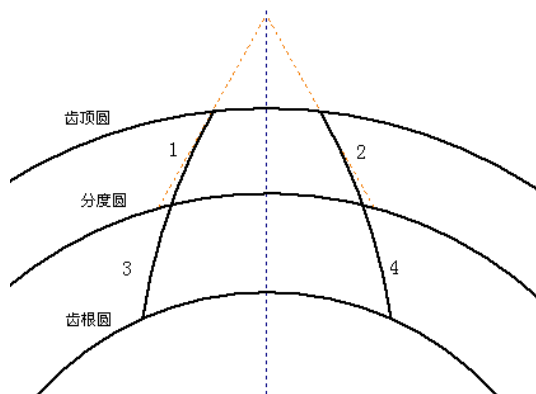

图 3-108 齿形截面轮廓
(3) 选择【草图】标签栏，利用【绘图】面板上的圆、圆弧和直线工具绘制齿轮的草图截面轮廓。使用【圆心、半径】工具分别绘制齿轮的分度圆、齿顶圆和齿根圆。然后使用【三点圆弧】和【直线】工具绘制齿轮的齿形截面轮廓，如图 3-108 所示。其中，圆弧由四段弧线组成，